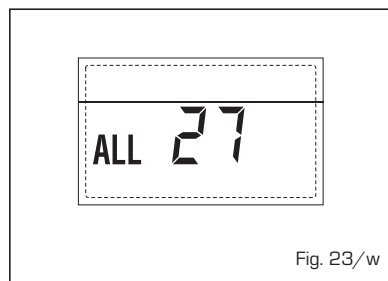

Fig. 23/w
- ANOMALÍA COHERENCIA ENTRADA (S3) SÓLO POR SISTEMA 7 "ALL 28" (fig. 23/y)